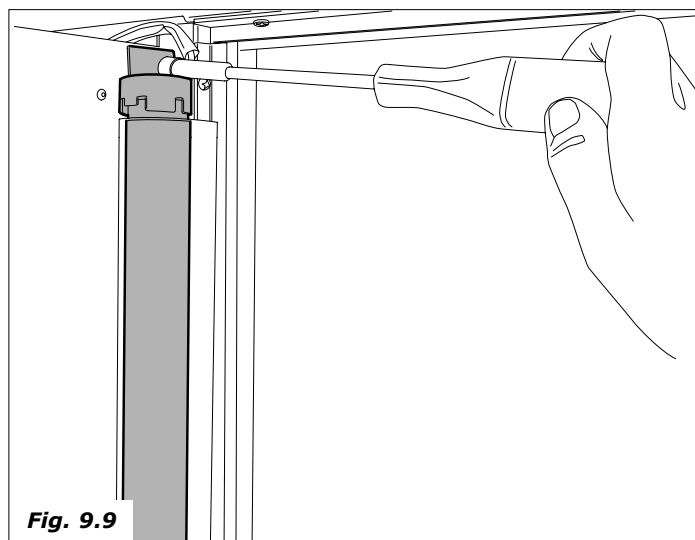

Fig. 9.9
- Svitare la vite di fissaggio del profilo vetro (Fig. 9.9).